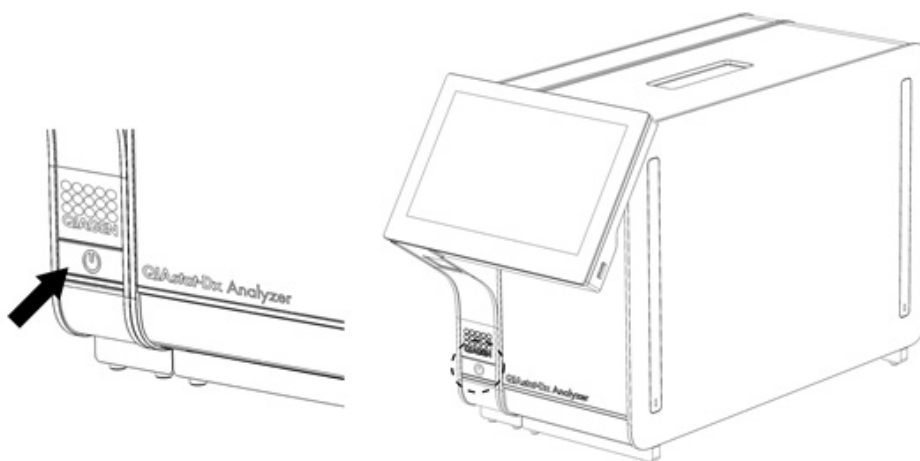

Figura 22 Acionamento do botão Ligar/Desligar para ligar o instrumento.
1. Prima o botão Ligar/Desligar na parte frontal do QIAstat-Dx Analyzer 1.0 para ligar a unidade (Figura 22).